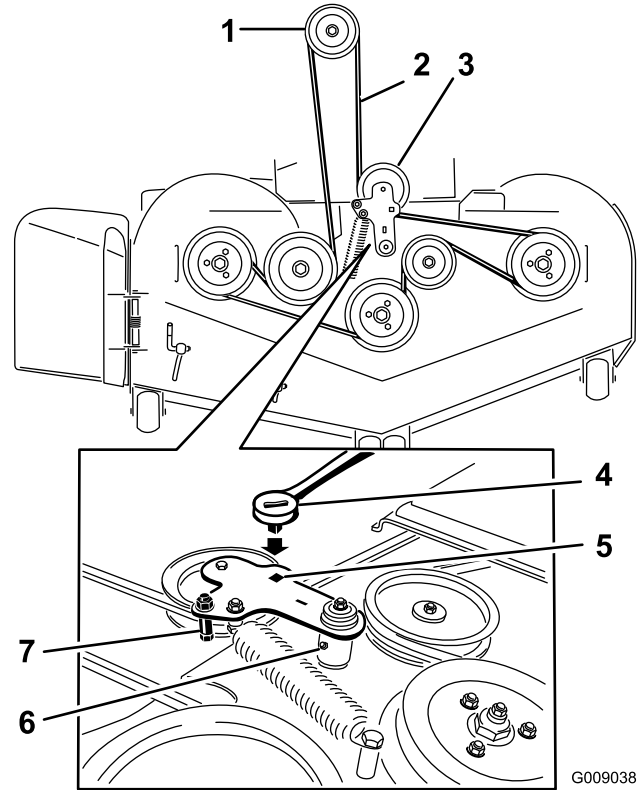

Figura 73
7. Retire la guía de la correa del brazo tensor tensado con muelle según lo ilustrado en Figura 73.
9. Pase la correa nueva alrededor de las poleas del cortacésped y de la polea del embrague, debajo del motor (Figura 73).
10. Instale la guía de la correa en el brazo tensor según se muestra en Figura 73.
11. Utilizando la llave de carraca en el taladro cuadrado, instale el muelle tensor (Figura 73).
5. Utilice una llave de carraca en el taladro cuadrado del brazo tensor para aliviar la tensión del muelle tensor (Figura 73).